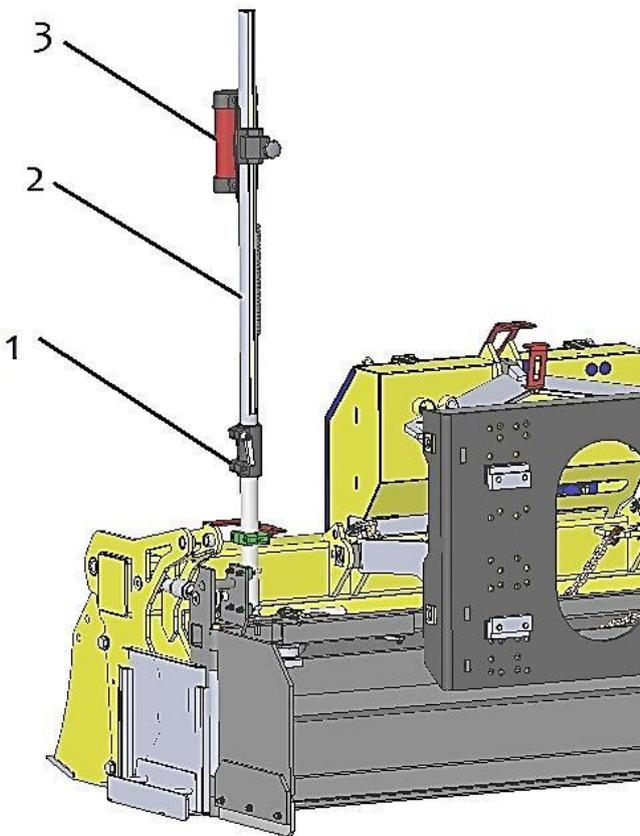

Abb. 6
- Anschließend werden die Laserempfänger (3) an den Alu-Rohre (2) befestigt (siehe Abb. 6+7).